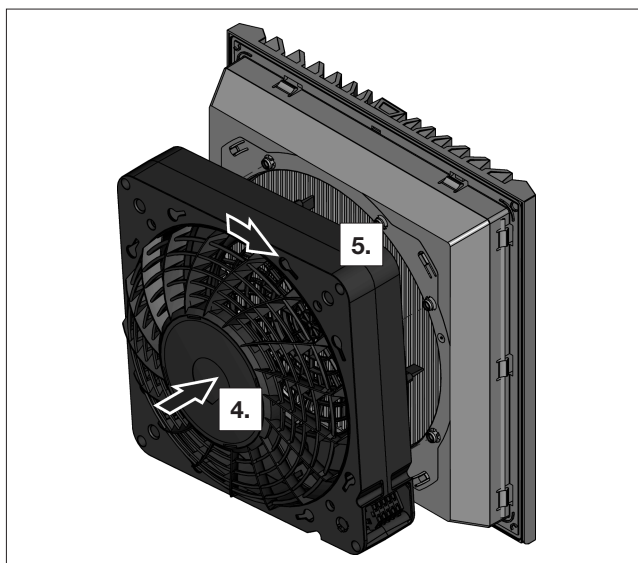

Fig. 11 : verrouillage de la fermeture à baïonnette
- Insérer à nouveau le bloc moteur du ventilateur dans le carter où est logé le filtre (voir fig. 11).